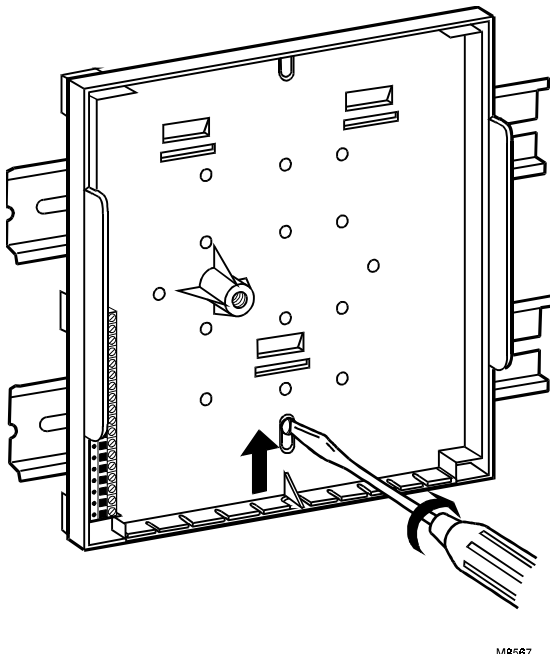

Fig. 6. Positionner et bloquer l'embase.
- ③ Placer la vis contre l'aile inférieure du rail DIN inférieur et serrer la vis. Voir Fig. 6.